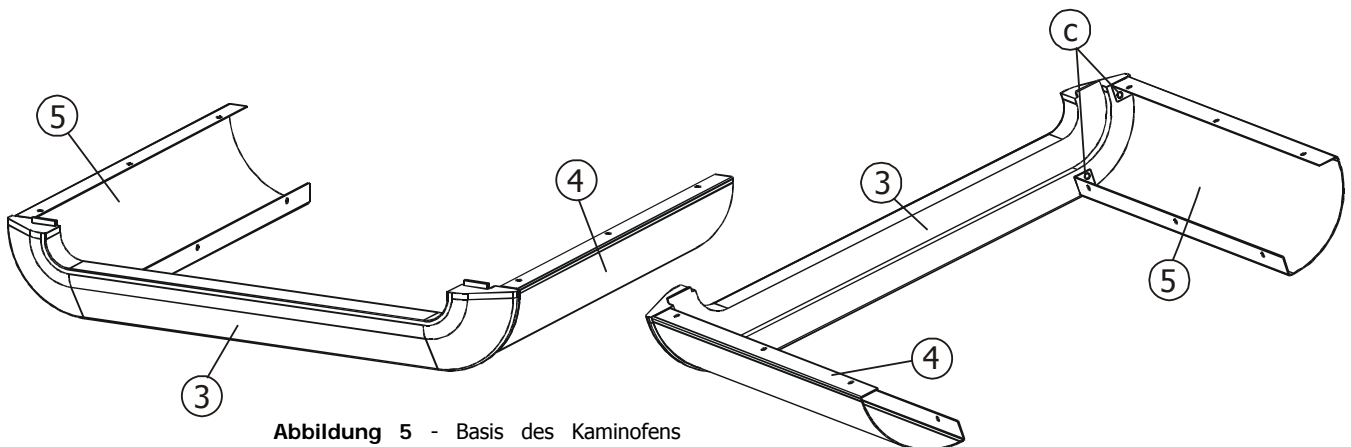

Abbildung 5 - Basis des Kaminofens Kasai
1. Das zentrale Teil "3" und das Seitenteil ("4" oder "5") aus der Verpackung nehmen und sie mithilfe der beiden Schrauben "c" an das Teil "3" festschrauben, bis man das in Abbildung 5 gezeigte Teil erhält.